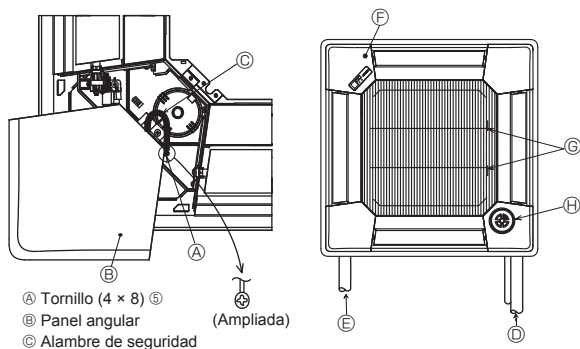

Fig. 6-9
6.5. Instalación de la rejilla de admisión (Fig. 6-9)